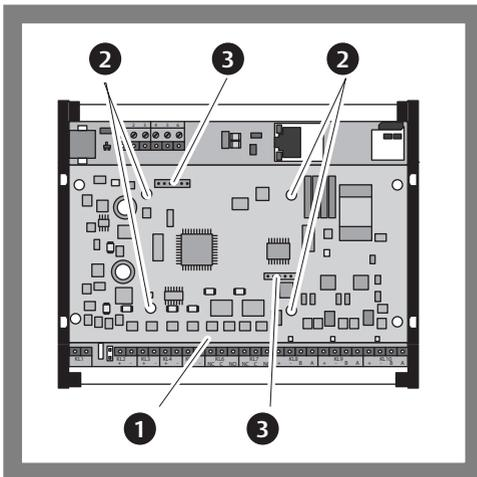
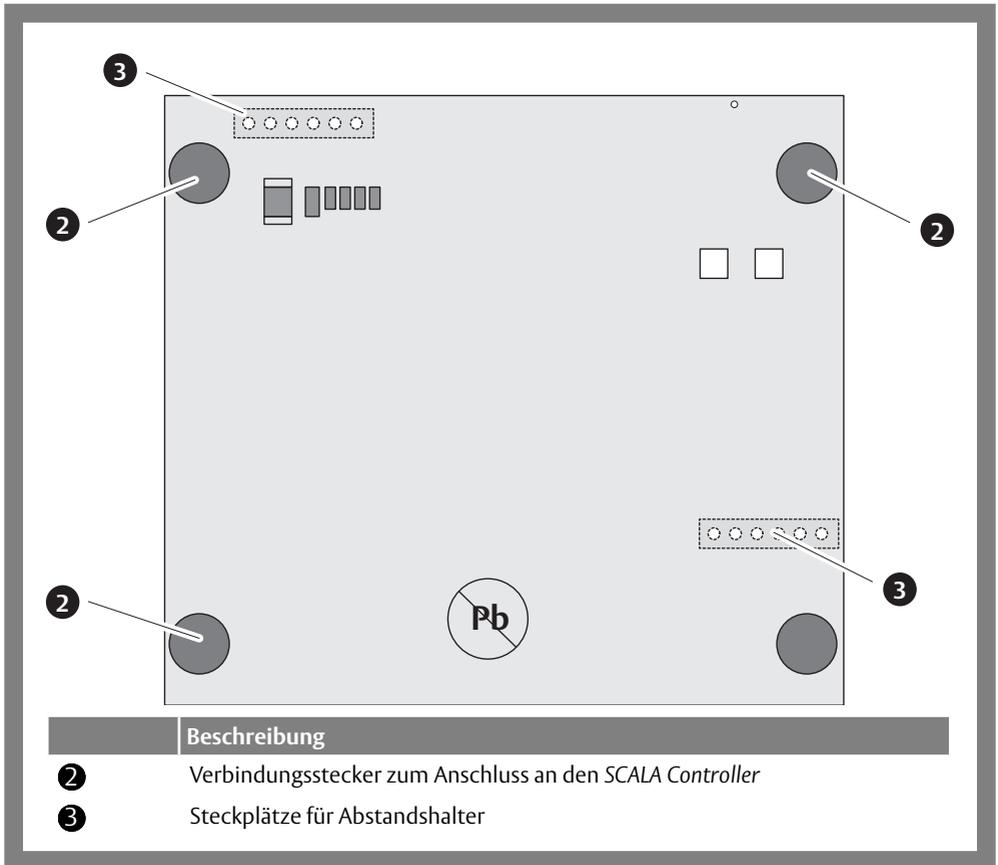

Abb. 1
Abb. 3: Platine des SCALA WLAN-Moduls
- 1 Nehmen Sie die Kunststoffabdeckung am SCALA Controller ab (Abb. 1 – ①).
- 2 Bringen Sie die Abstandshalter (Abb. 1 und Abb. 3 – ②) für die Montage auf dem SCALA Controller an, indem Sie sie von hinten in die vorgesehenen Bohrungen stecken. Die Verbindungsstecker (Abb. 1 und Abb. 3 – ③) dienen der Aufnahme der Verbindungsstecker an der Erweiterungsplatine.